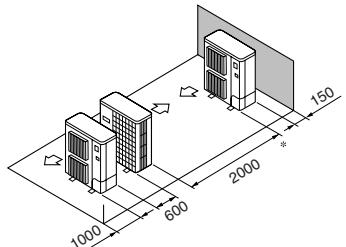

Fig. 2-12
- ⑤ Uppställning med en enstaka parallell enhet (Fig. 2-12)